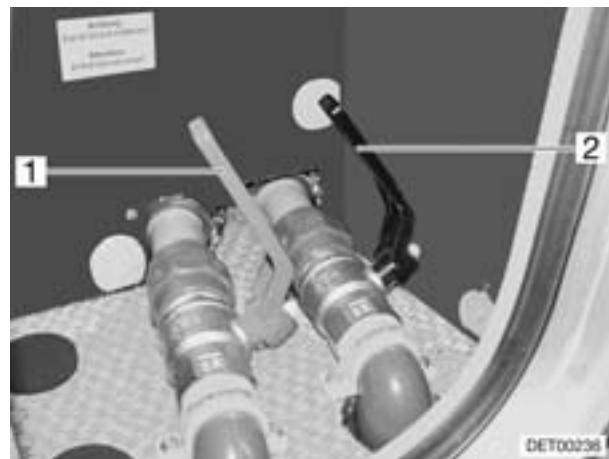

Bild 170 Ablaufhahn Doppelboden
Der Ablaufhahn (Bild 170,1) ist im Doppelboden angebracht. Der Ablaufhahn ist durch den Schriftzug "Wasser" gekennzeichnet.
- Ablaufhahn (Bild 170,1) öffnen. Wasser läuft ab.
Der Abwasserhahn (Bild 170,2) ist im Doppelboden angebracht. Der Abwasserhahn ist durch den Schriftzug "Abwasser" gekennzeichnet.
- Abwasserhahn (Bild 170,2) öffnen. Abwasser läuft ab.